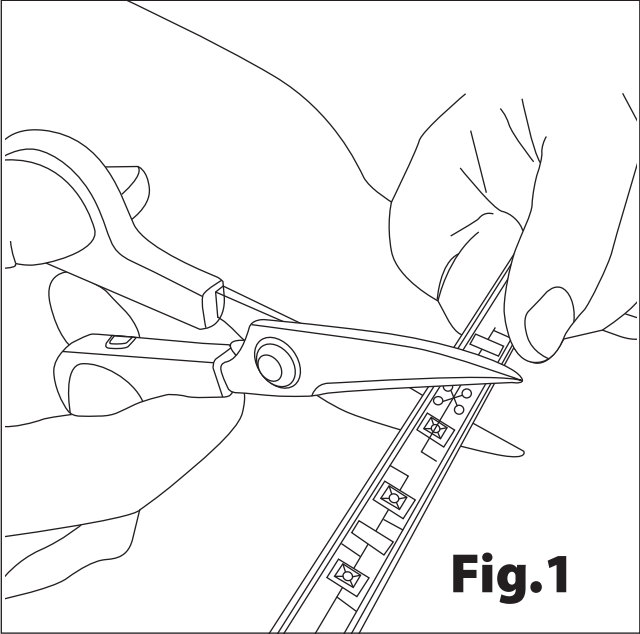

Fig.1
- Rozmiar paska LED można regulować zgodnie z żądaną długością, zgodnie z istniejącymi oznaczeniami i schematami cięcia (rys. 1).